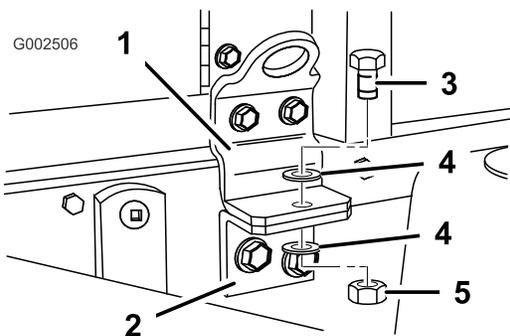

Figura 24
15. Fissate il gruppo del telaio di supporto del serbatoio al telaio con un bullone (1/2 x 1-1/2 pollici), due rondelle (1/2 pollice), e un dado di bloccaggio (1/2 pollice) come illustrato in Figura 24.